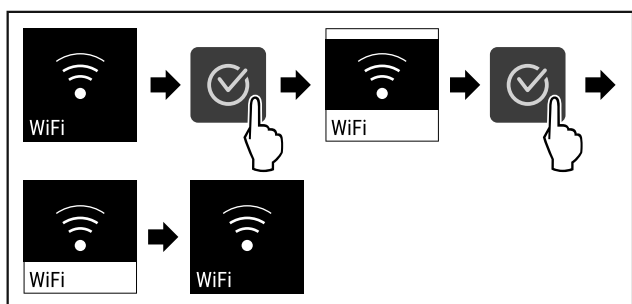

Fig. 86
- ▶ Udfør handlingstrinene (se Fig. 86).